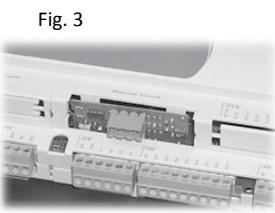

Fig. 3
3. introducir la tarjeta opcional en el conector de rastrillo correspondiente asegurándose de que la tarjeta haya sido introducida correctamente y bien encajada en las dos bases de plástico conectadas al contenedor del PCO3 (véase la Fig. 3);